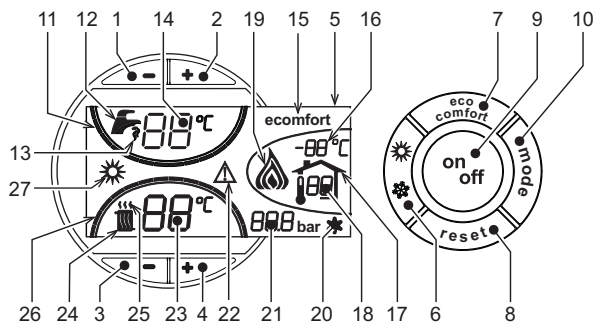
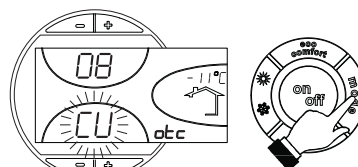

рис. 1 - Панель управления
рис. 11 - Кривая погодозависимого регулирования
О поступлении команды на включение отопления (от комнатного термостата или от пульта ДУ с таймером) предупреждает мигание индикатора теплого воздуха, установленного на радиаторе (дет. 24 и 25 - рис. 1).
Индексные метки с подсветкой системы отопления (поз. 26 - рис. 1) загораются по мере приближения измеряемой датчиком температуры к заданному значению.
О поступлении команды на включение системы ГВС, генерируемой при заборе горячей воды, предупреждает мигание соответствующего индикатора на кране (поз. 12 и 13 - рис. 1). Убедитесь, что функция Comfort (поз. 15 - рис. 1) находится в активном режиме
Индексные метки с подсветкой системы ГВС (поз. 11 - рис. 1) загораются по мере приближения измеряемой датчиком температуры к заданному значению.
При включенной системе нагрева воды в бойлере (заводская установка) на дисплее отображается символ режима COMFORT (поз. 15 - рис. 1); наоборот, если система нагрева выключена, на дисплее высвечивается символ режима ECO (поз. 15 - рис. 1)
Бойлер может быть выключен пользователем (режим ECO) нажатием кнопки eco/comfort (поз. 7 - рис. 1). Для включения режима "КОМФОРТ" снова нажмите кнопку "Экономичный"/"Комфорт" (поз. 7 - рис. 1).
Нажмите кнопку **Вкл/Выкл** (поз. 9 - рис. 1) на 1 секунду.
Для повторного включения котла снова нажмите кнопку **Вкл/Выкл** (поз. 9 рис. 1) на 1 секунду.
- Нажмите кнопку ON/OFF (9 - рис. 1).
Нажмите клавишу **Лето/Зима** (поз. 6 - рис. 1) на 1 секунду.
На дисплее высвечивается символ "Лето" (поз. 27 - рис. 1). При этом котел будет вырабатывать только воду для ГВС. Остается активной система защиты от замерзания.
Для выключения режима "Лето" вновь нажмите клавишу **Лето/Зима** (Поз. 6 - рис. 1) на 1 секунду.
Температура в системе отопления регулируется в пределах от 30°C до 80°C с помощью клавиш (дет. 3 и 4 - рис. 1).
Температура в системе ГВС регулируется в пределах от 10°C до 65°C с помощью клавиш (поз. 1 и 2 - рис. 1).
При установке внешнего датчика (опция) на дисплей панели управления (поз. 5 - рис. 1) выводится текущая внешняя температура, измеряемая этим датчиком. При этом система управления котлом работает в режиме "Плавающая температура". В этом режиме температура воды в системе отопления регулируется в зависимости от внешних климатических условий с тем, чтобы обеспечить максимальный комфорт и экономии энергии в течение всего года. В частности, при увеличении температуры наружного воздуха уменьшается температура подаваемой в систему отопления воды в соответствии с определенной "характеристикой компенсации".
В режиме плавающей температуры величина, заданная с помощью клавиш регулировки отопления (поз. 3 и 4 - рис. 1), становится максимальной температурой воды системы отопления. Рекомендуется устанавливать ее на максимальную величину, чтобы позволить системе выполнять регулировку во всем полезном рабочем диапазоне.
При однократном нажатии на клавишу **Режим** (поз. 10 - рис. 1) отображается фактическая компенсационная кривая (рис. 11), которую можно изменить с помощью **клавиш системы ГВС** (поз. 1 и 2 - рис. 1).